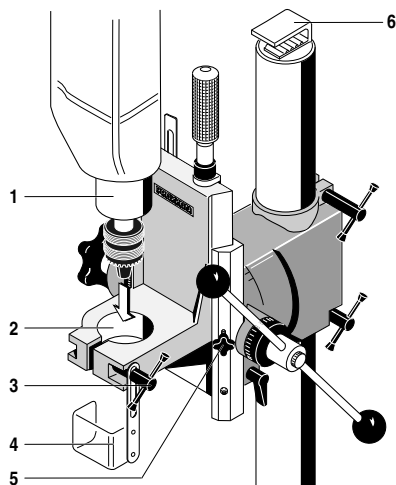
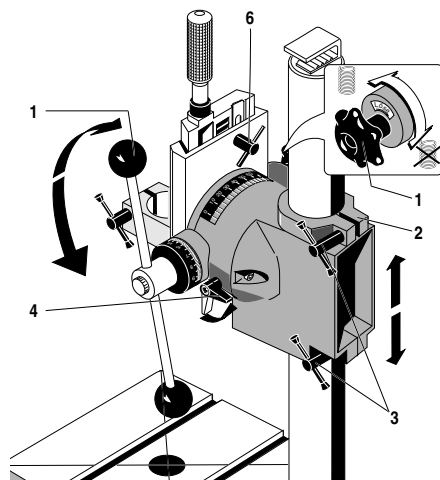

Fig. 2
Fig. 3
1. Bohrmaschine oder Fräsmotor mit Spindelhalbs 1 (Fig. 2) in die Bohrmaschinenaufnahme 2 bis zum Anschlag einstecken.
2. Die Schutzeinrichtung 4 (Fig. 2) so einstellen, daß der Bohrer oder Fräser abgedeckt wird.
3. Knebelschraube 3 (Fig. 2) anziehen.
1. Umschalter Bohren - Fräsen **4** (Fig. 3) in Stellung "Bohren" bringen.
2. Schlitten **6** (Fig. 3) durch Bewegen des Bohrhebels **5** in die höchste Position stellen. Dabei darauf achten, daß die Feststellschraube für die Schwalbenschwanzführung **5** (Fig. 2) gelöst ist.
3. Ausleger **2** (Fig. 3) mit der Hand unterstützen, damit er nicht nach unten rutscht, und dabei die beiden Feststellknebel der Höhenverstellung **3** lösen.
5. Feststellknebel der Höhenverstellung **3** (Fig. 3) wieder anziehen.
Feststellschraube **1** (Fig. 3) hat Linksgewinde.
1. Feststellschraube für Rückholfeder **1** (Fig. 3) lösen, dazu Schraube rechts herum drehen.
2. Schlitten durch Bewegen des Bohrhebels **5** (Fig. 3) in die gewünschte Position bringen.
3. Feststellschraube **1** (Fig. 3) wieder anziehen, dazu Schraube linksherum drehen.
2. Feststellschraube **1** (Fig. 3) für Rückholfeder anziehen, dadurch wird unerwünschtes vertikales Spiel des Schlittens vermieden.
Für exakte Fräsarbeiten empfiehlt es sich, nach jeder Verstellung den Schlitten mit der Feststellschraube der Schwalbenschwanzführung **5** (Fig. 2) festzuklemmen.